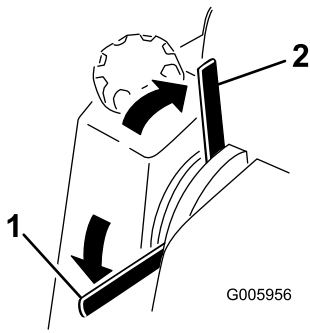

Figure 17
1. Placez le levier du frein de stationnement en position serrée (Figure 17).